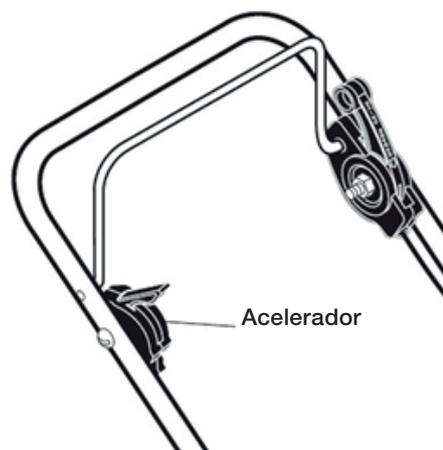

Imagen 4
- **CÓMO USAR EL CONTROL DE ACELERACIÓN:** Durante el uso normal, coloque la palanca de control del acelerador en la posición RÁPIDO para hacer funcionar el motor a toda velocidad. Tire de la palanca de control del acelerador hacia atrás para disminuir la velocidad del motor. Empuje la palanca de control del acelerador hacia adelante para aumentar la velocidad del motor. Para detener el motor, tire de la palanca de control del acelerador completamente a la posición de PARADA. (Imagen 4)